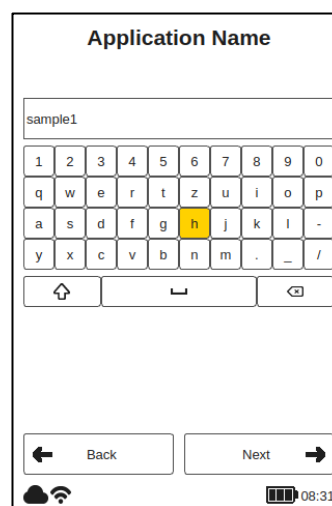

Figure 32 : Nom de l'application
Lorsque vous sélectionnez « Modifier », la liste des applications disponibles change de couleur en orange clair et vous pouvez sélectionner l'application souhaitée, en utilisant les touches fléchées haut / bas (D) et le bouton OK (C) du panneau de saisie. Lorsque vous sélectionnez « Ajouter », la procédure d'application / étalonnage est la même que pour « Modifier », bien que quelques champs puissent être vides. Dans l'écran du clavier suivant (voir Figure 32 : Nom de l'application), vous pouvez éditer et modifier le nom de l'application, confirmer le nom avec 'Suivant' ou abandonner votre action avec le bouton Précédent (A). Pour quitter complètement le menu, « Enregistrer » ou « Ignorer » vos modifications.